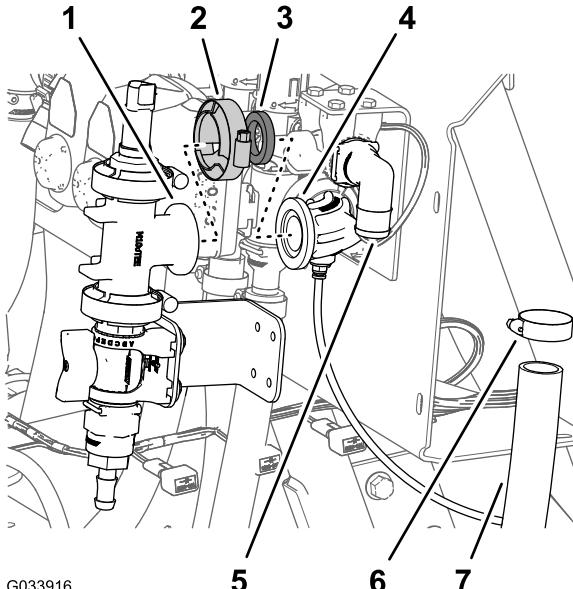
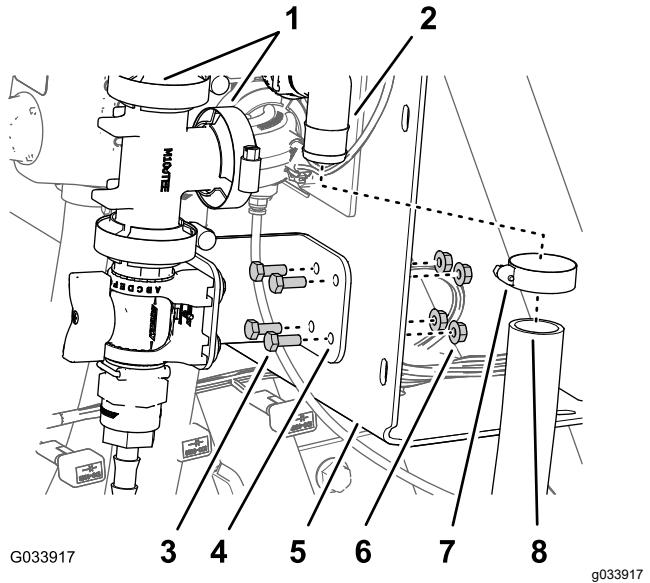

Figure 31
Figure 34
1. Alignez la bride du raccord en T et la bride du raccord à 90°, comme montré à la Figure 31.
2. Fixez légèrement le raccord en T et le raccord à 90° avec un joint et un collier à bride (Figure 31).
- Retirez le collier, le joint, et le raccord en T avec la bride du raccord à 90° doté d'un connecteur pour le tube de détection (Figure 31).
- Alignez la bride du raccord en T et la bride du raccord à 90°, comme montré à la Figure 34.
- Fixez légèrement le raccord en T et le raccord à 90° avec un joint et un collier à bride (Figure 34).
au raccord à 90° doté d'un connecteur pour le tube de détection (Figure 31 et Figure 34).